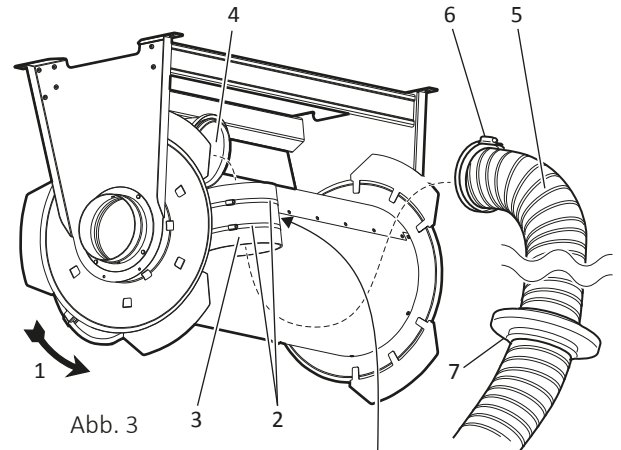
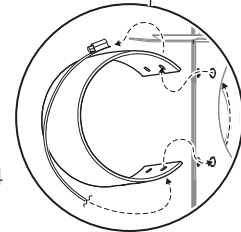

Abb. 3
Abb. 4
2. Palette sichern und Schlauchaufroller gemäß nachfolgender Tabelle. Trommel in Pfeilrichtung (1, Abb. 3) drehen.
3. Schlauchschelle (2) und Gummituch (3) demontieren.
4. Schlauch (5) mit der Schlauchschelle (6) am Saugkanal (4) anbringen.
5. Zum Sichern des Schlauchs zunächst das Gummituch (3) darum legen. Zur weiteren Sicherung anschließend die Schlauchschelle (2) durch die Bohrung führen und um das Gummituch legen (Abb. 4).
6. Den Schlauchstopper (7, Abb. 3) in gewünschter Position anbringen. Die Arretierung lösen und den Schlauch aufrollen, bis er am Schlauchstopper gestoppt wird. Funktion und Anbringung des Schlauchstoppers kontrollieren.